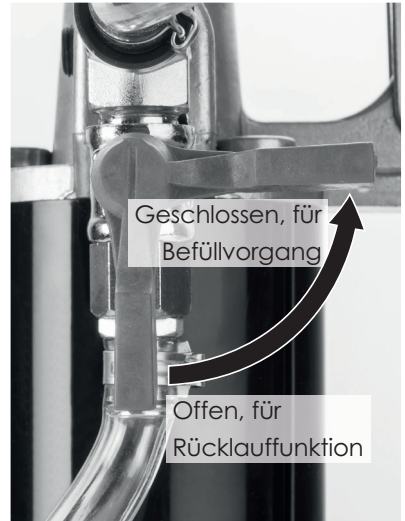

Bild 1
- Achten Sie darauf, dass der Absperrhahn des Rücklaufes geschlossen ist (siehe Bild 1), bevor Sie den Befüllvorgang starten.
- Ist die erforderliche Menge Öl eingefüllt, stellen Sie den Absperrhahn des Rücklaufes in die senkrechte Position, damit das Öl aus dem Füllschlauch zurück in den Behälter laufen kann. Ist das Öl vollständig zurückgelaufen, schließen Sie den Rücklauf wieder, indem Sie den Absperrhahn in die waagerechte Position drehen (Bild 1).